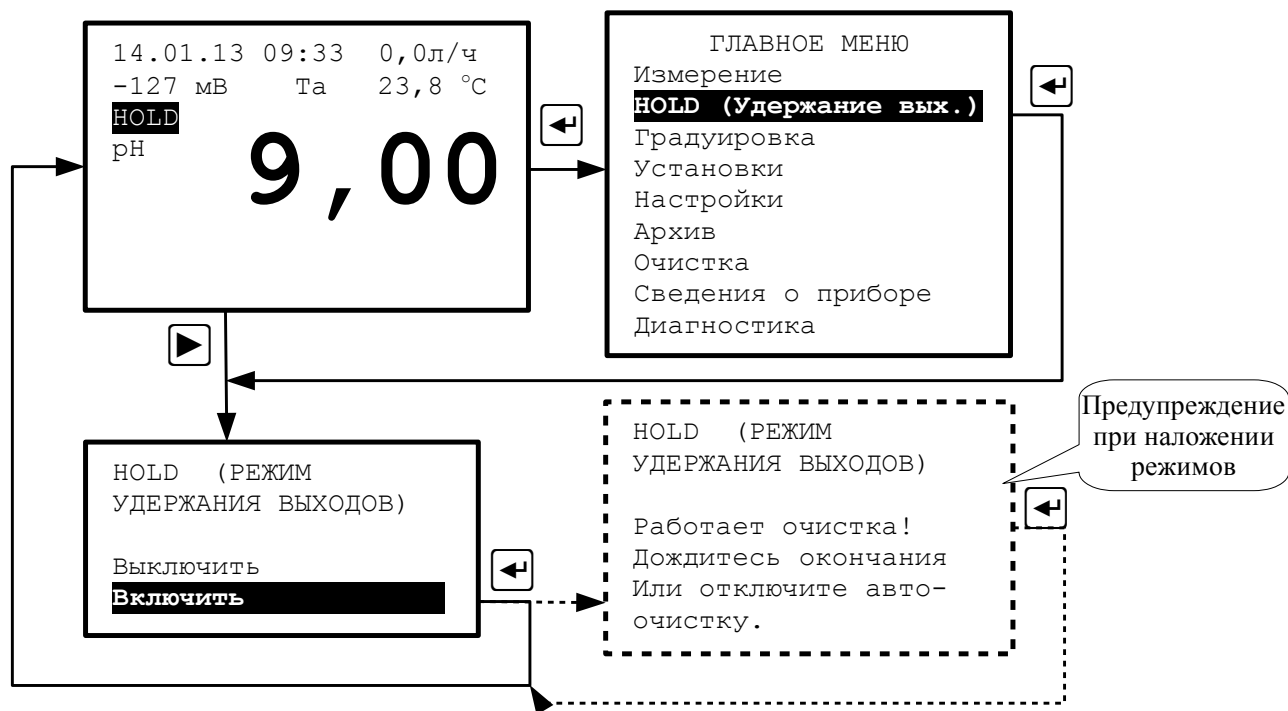

Рисунок 5 - Режим «HOLD»
3.3.2.5 Режим «HOLD» (Рисунок 5) используется при необходимости проведения настроек, изменения установок, при проведении градуировки по буферным растворам. В этих случаях резкие изменения выходных сигналов могут повлиять на состояние системы управления верхнего уровня. При включении режима «HOLD» текущие выходные аналоговые сигналы и текущее состояние реле (реле № 1) «замораживаются».